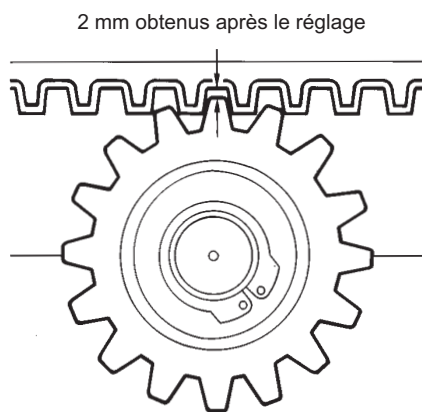

Fig. 4A
- 2 - Il faut garantir un jeu de 2mm entre le pignon et la crémaillère dans toute la longueur de la grille (Fig. 4A).
- 8 - Répositionner le motoréducteur afin de que le pignon soit superposé exactement par la crémaillère. Le résultat doit être le même que celui de la Fig. 4A.